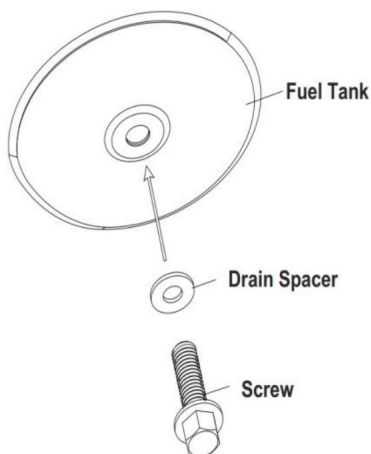

Fig.7 Reinstalación del tapón de drenaje
4. Para reemplazarlo, empuje el cabezal de drenaje completamente dentro del orificio de drenaje y asegúrelo empujando la tapa del sello completamente dentro del orificio del cabezal (consulte la Fig.7).